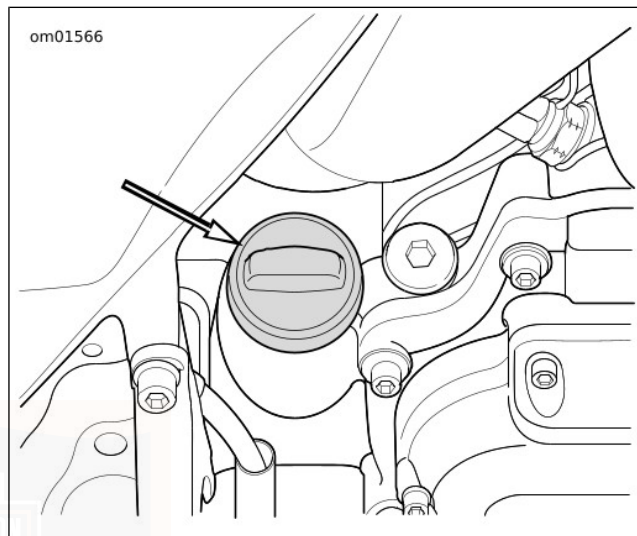

Abbildung 48. Einfüllverschlussstutzen/Motorölmesstab
2. Siehe Abbildung 48. Den Einfüllverschlussstopfen/Ölmesstab herausziehen und sauber abwischen. Den Ölmesstab einschieben und an der Einfüllöffnung anziehen.
3. Siehe Abbildung 48. Den Einfüllverschlussstopfen/Ölmesstab herausziehen und sauber abwischen. Den Ölmesstab einschieben und an der Einfüllöffnung anziehen.